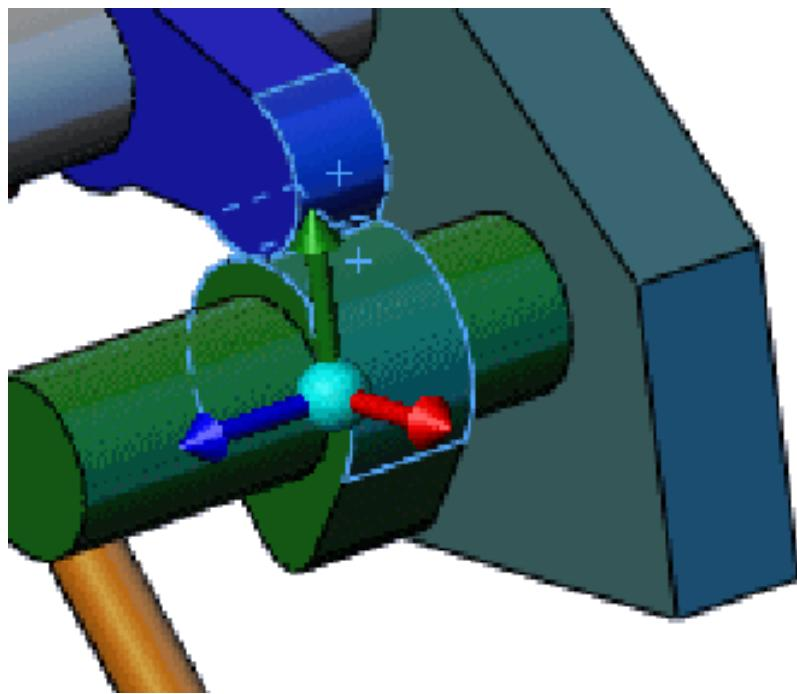

Рис. 5.3. Вибір області контакту шатуна і стержня
b. Виберіть грань на шатуні і грань на стержні кулачка, де відбувається контакт (рис. 5.3) (графічна область).